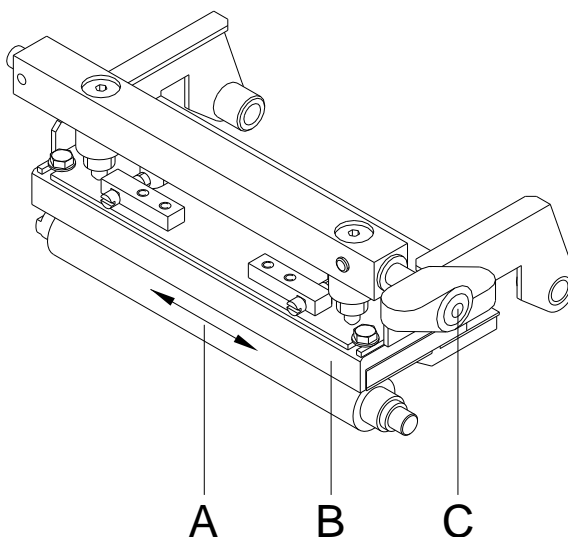

Figure 2
2. Tourner le levier (A, Figure 2) en sens inverse des aiguilles d'une montre pour déverrouiller la tête d'impression.
2. Tourner le levier (A, in Figure 2) dans le sens inverse des aiguilles d'une montre pour déverrouiller la tête d'impression.
4. Souffler la cellule (A) avec un spray à gaz naturel comprimé. Faire attention à ce que des instructions sur le spray!
5. La cellule (A) peut être aussi nettoyée avec une carte à nettoyer (B) imbibée d'alcool pur. Pousser la carte à nettoyer en avant et en arrière (voir illustration).